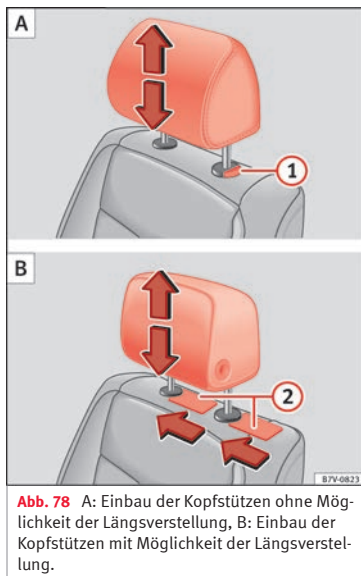

Abb. 78 A: Einbau der Kopfstützen ohne Möglichkeit der Längsverstellung, B: Einbau der Kopfstützen mit Möglichkeit der Längsverstellung.
- Bei vollständig eingedrücktem Knopf die Kopfstütze entnehmen »» **Abb. 78** ① A.